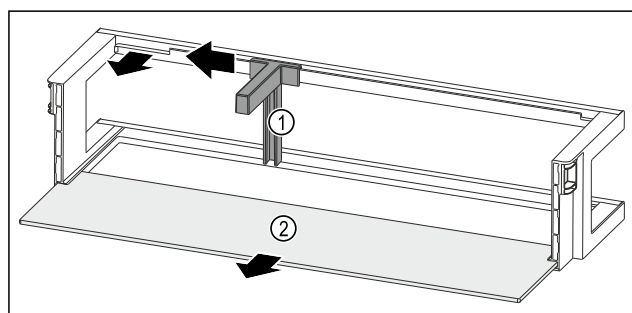

Fig. 57 Rafti i derës me mbajtëse për shishe dhe raft mbajtës
- Shtyni mbajtësen e shisheve Fig. 57 (1) anash deri te foleja.
- Hiqni mbajtësen e shisheve Fig. 57 (1).
- Hiqni raftin mbajtës Fig. 57 (2).